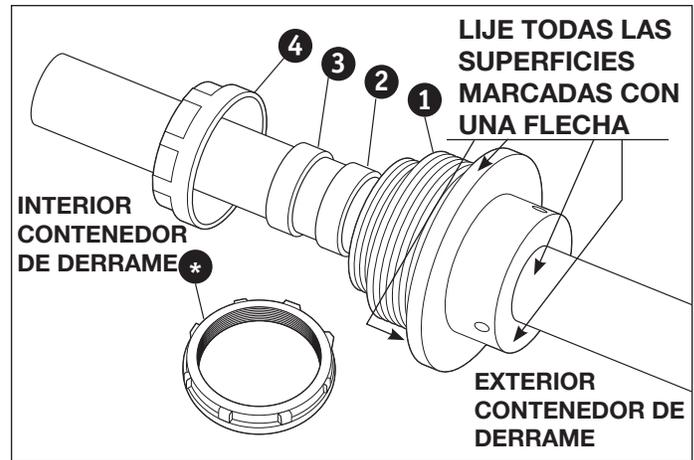
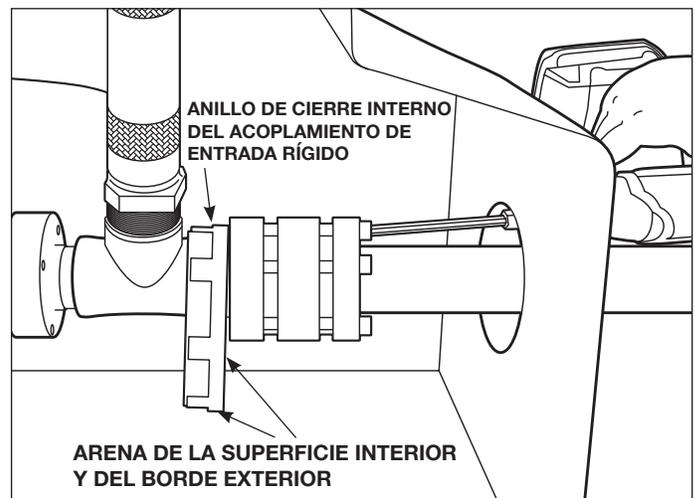

Figura 21-1
Figura 21-2
Ensamble los componentes de entrada rígida en el orden correcto en el tubo DoubleTrac que entra al contenedor de derrame. (Figura 21-1)
3. Lije el exterior de la tubería DoubleTrac® que quedará contenida dentro del acoplamiento de entrada. Además, lije el interior del acoplamiento de entrada DoubleTrac® y todas sus superficies marcadas con una flecha. (Figura 21-1 y Figura 21-2)
5. Ensamble los componentes rígidos del acoplamiento de entrada en el tubo DoubleTrac®.(ver la Figura 21-1)
6. Ensamble el acoplamiento DoubleTrac® de acuerdo con la última Guía de Diseño e Instalación de DoubleTrac®, con el anillo de cierre interno colocado sobre el equipo auxiliar. (ver la figura 21-2)